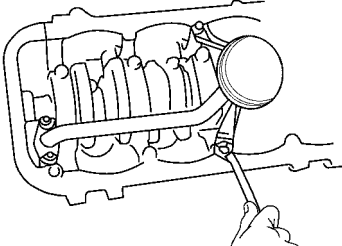

图 1-82 拆下机油滤网和垫片
(6) 拆下机油滤网。旋下两个螺栓和两个螺母, 拆下机油滤网和垫片, 如图 1-82 所示。
(7) 拆下正时链罩壳。